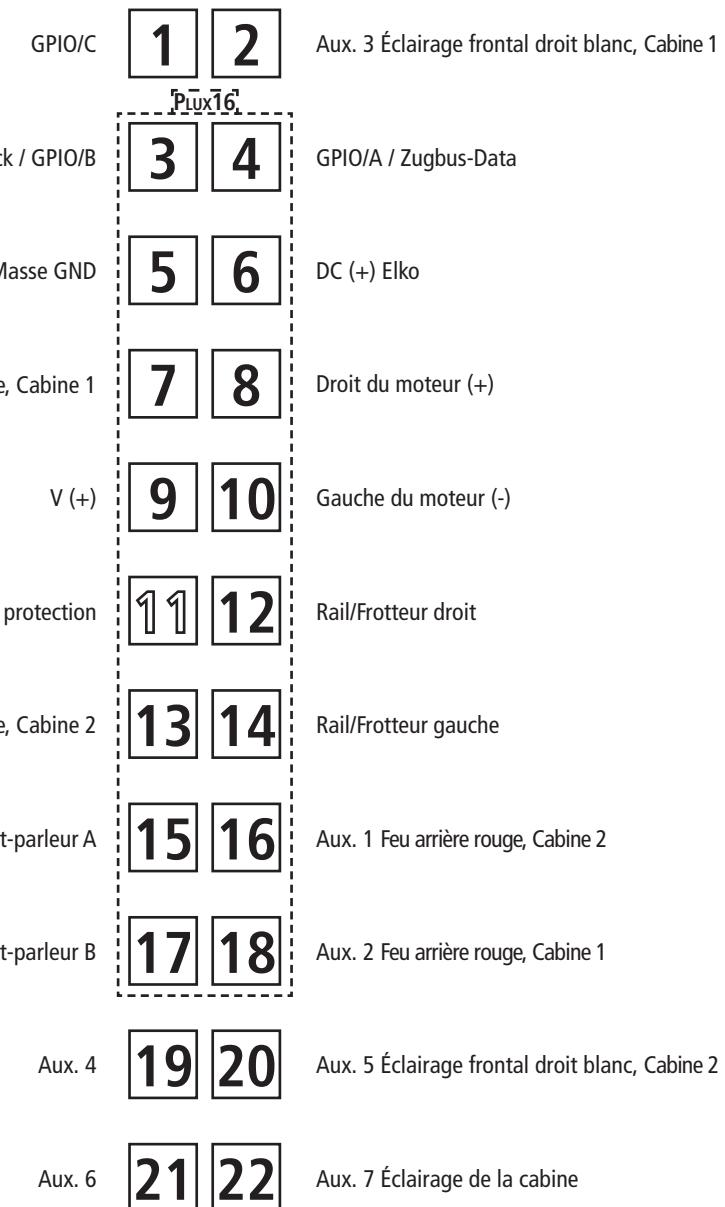

Fig. 4
3. Haftreifenwechsel: Zuerst die Drehgestellblende abnehmen (Fig. 4). Danach den **Radsatz** herausnehmen und die **Haftreifen** mit einer Nadel od. mit einem feinen Schraubendreher abziehen (Fig. 7). Beim Aufziehen der neuen Haftreifen darauf achten, dass diese sich nicht verdrehen.
3. Change of traction tyre: Remove the bogie blind (fig. 4). Take out **wheel set** and remove **traction tyre** using a pin or a fine screwdriver (fig. 7). When pressing on the new traction tyre please **avoid twisting it**.
3. Échange des bandages d'adhérence: Démontez d'abord **les flancs de bogies** des engrenages (fig. 4). Délogez ensuite les essieux bandagées et enlevez, à l'aide d'une aiguille ou d'un tourne-vis fin, les bandages d'adhérence (fig. 7). Lors du montage des nouveaux bandages veuillez veiller à ce que les bandages **ne soient pas tordues**.
voir } Fig.4